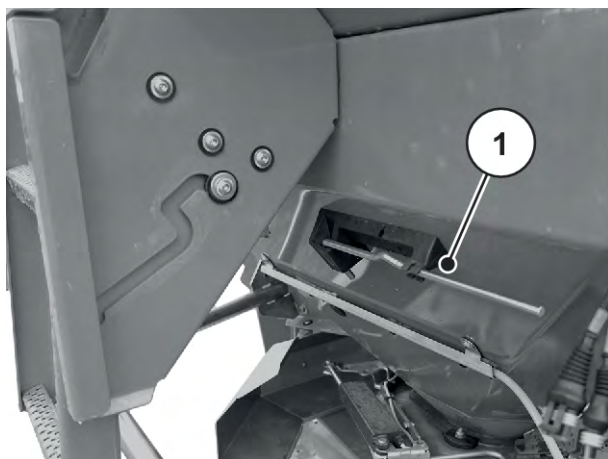

Fig. 27: Indstillingsarmens placering AXIS xx.2
- ▶ Læg indstillingsarmen tilbage i den dertil beregnede holder. Se Fig. 27 Indstillingsarmens placering AXIS xx.2